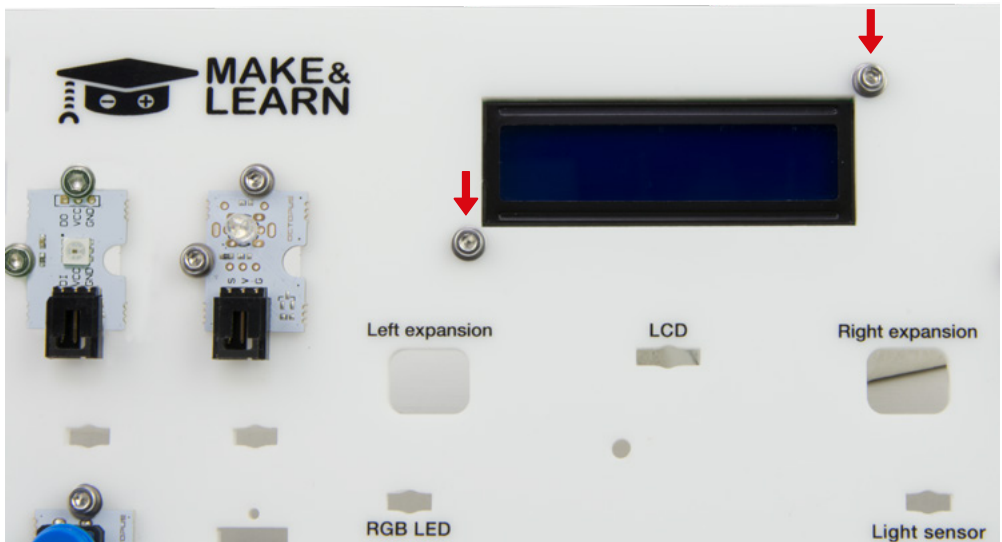

Imagen 3
- 3.1 Coloca las arandelas en los tornillos e introdúcelos en los agujeros de la base superior que se indican en la IMAGEN 3. Introduce los tornillos desde arriba hacia abajo.